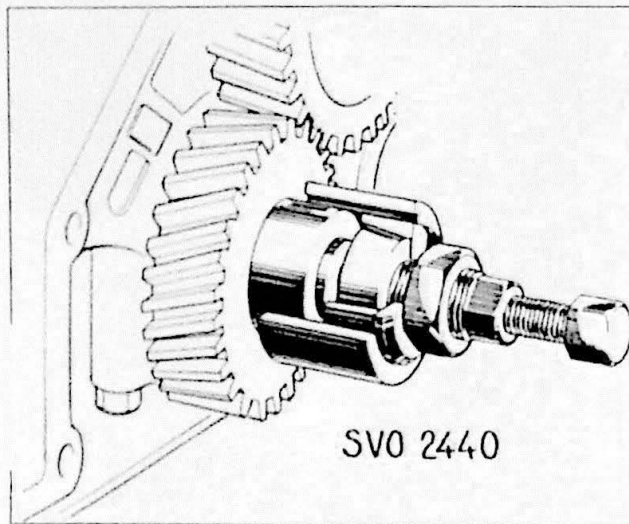

Fig. 2.37. Demontage van de naaf op de krukas
3. Demonteer de naaf van de krukas met trekker SVO 2440 (Fig. 2.37). Voordat het werktuig wordt aangebracht moet de grote moer teruggedraaid worden zodat de spindel niet gespannen is. De centrale bout moet ook worden teruggedraaid. Zet daarna het werktuig op de naaf, draai de grote moer aan zodat hij nu de naaf vasthoudt en draai hem eraf door de centrale bout aan te draaien.